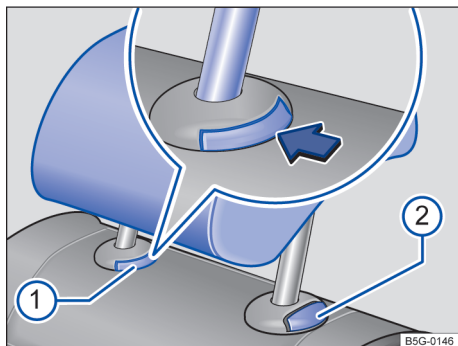

Fig. 83 Desinstalação dos apoios de cabeça traseiros.
- Pressione o botão → Fig. 83 ① da guia do apoio para cabeça.
- Ao mesmo tempo, pressione o botão ② enquanto uma segunda pessoa extrai o apoio para cabeça completamente.